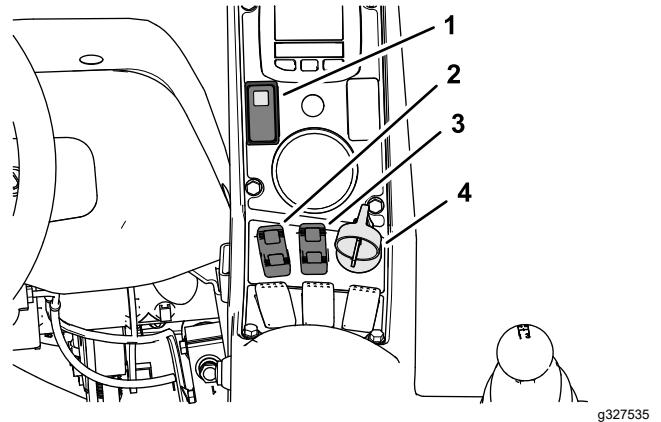
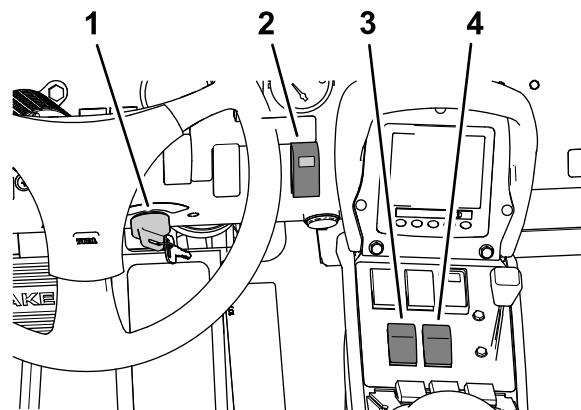
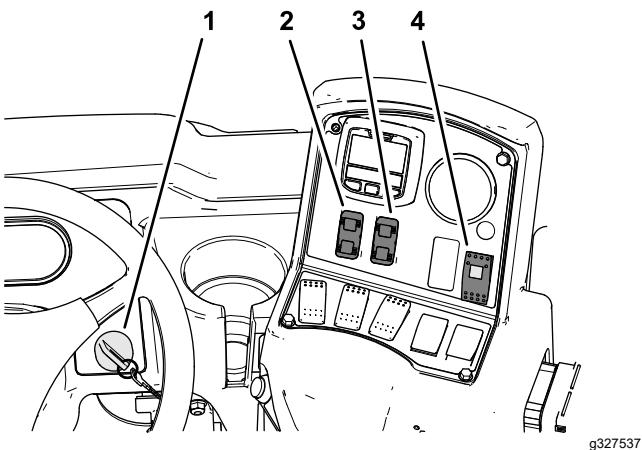

Figura 40
Figura 41
Figura 42
4. Premete l'interruttore Sonic Boom in posizione ON (Figura 40, Figura 41, o Figura 42).